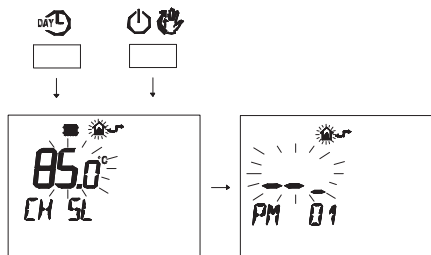

Figura 5.29
- Premere contemporaneamente i pulsanti DAY e ON per entrare nella programmazione trasparente (Figura 5.29)